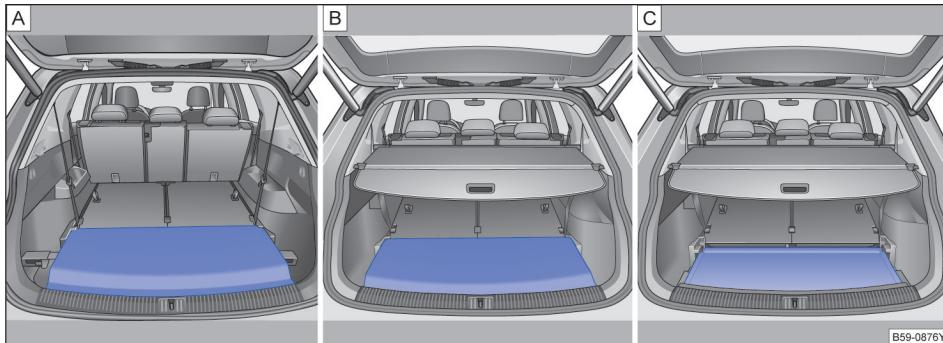

图 198 行李厢地板的三种使用方式
- 放置行李厢地板，与第三排座椅齐平→图 198 [A]。
- 放置行李厢地板，与第三排座椅齐平→图 198 [B]。
- 将行李厢地板翻转过来使用→图 198 [C]，此时行李厢地板下降约 80 mm，行李厢空间增大约 24 L。